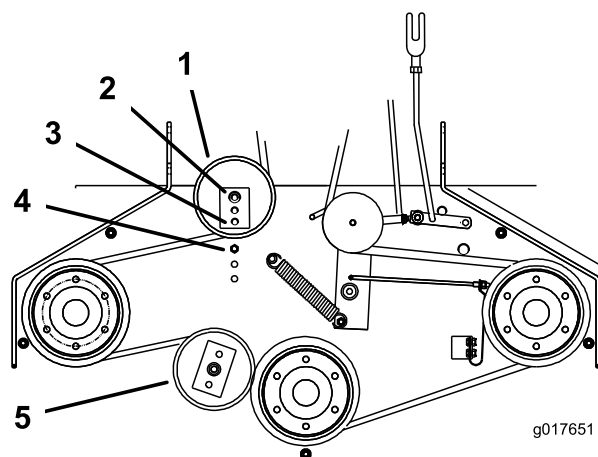

Figure 46
- S'il n'est plus possible de régler le tendeur et que la courroie est encore détendue, il faut alors repositionner la poulie de tension arrière dans le trou central ou avant (Figure 46). Utilisez le trou qui donnera le réglage correct.
- Lorsque vous déplacez la poulie de tension, vous devez déplacer le guide de courroie. Placez le guide de courroie à la position avant (Figure 46).